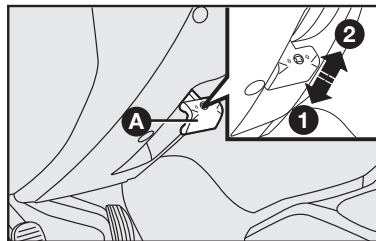

fig. 17
## VOLANTE - fig. 17
- 1) deslocar a alavanca **A**-fig. 17 para a posição **2**-fig. 17.